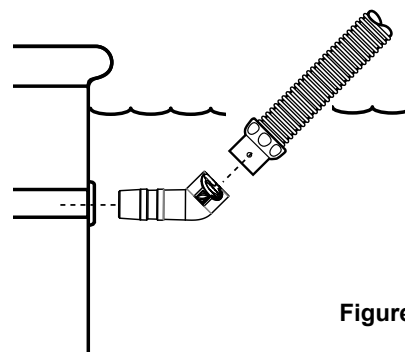

Figure 4
3. Orienter le coude vers le haut, en direction de la surface de l'eau (Figure 4).